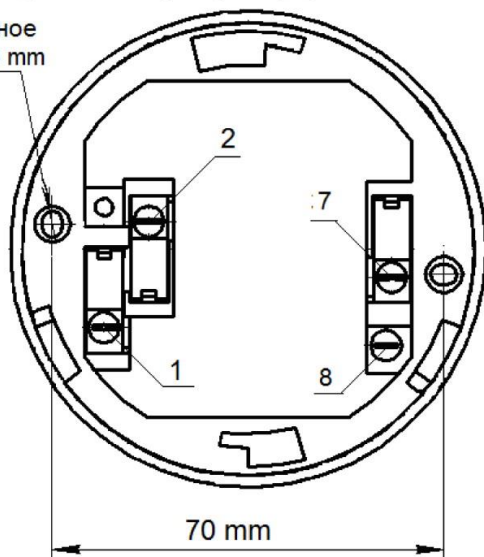

Рис. 2
- 2EOL – тревожный выход (2EOL/NC) – см.: рис. 2 – во время подключения извещателя к ПКП, одну из клемм следует подключить к клемме массы, а вторую – к клемме входа;